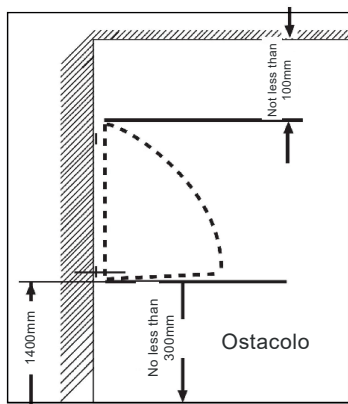

Figura 1
1. Usando i parametri consigliati di elevazione per l'installazione, segnare la posizione dell'asciugamani sulla parete (Figura 1).